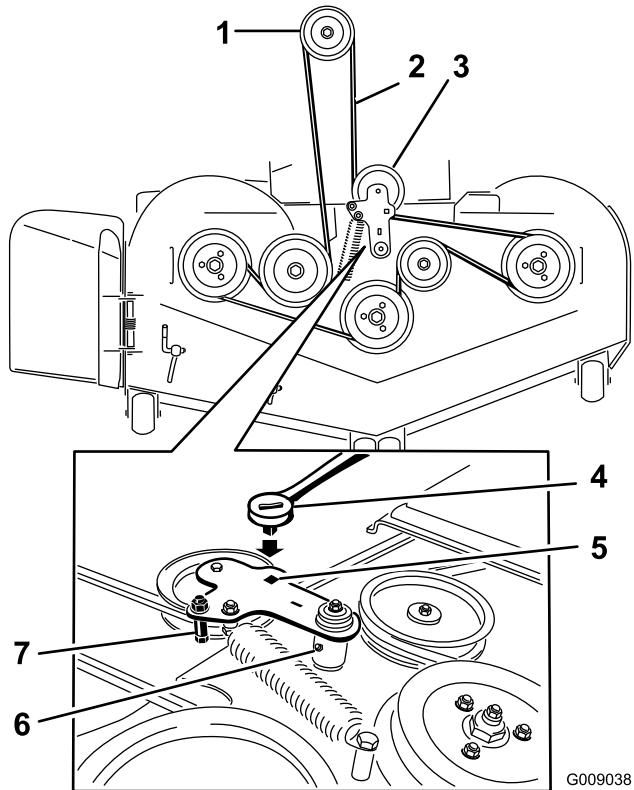

Figure 78
5. Insérez un rochet dans le trou carré du bras de la poulie de tension pour détendre le ressort de la poulie de tension (Figure 78).
7. Enlevez le guide de courroie situé sur le bras de la poulie de tension rappelée par ressort, comme montré à la Figure 78.
9. Acheminez la courroie neuve autour des poulies du tablier de coupe et de la poulie d'embrayage, sous le moteur (Figure 78).
10. Montez le guide de courroie sur le bras de la poulie de tension, comme montré à la Figure 78.
11. Insérez le rochet dans le trou carré et montez le ressort de la poulie de tension (Figure 78).